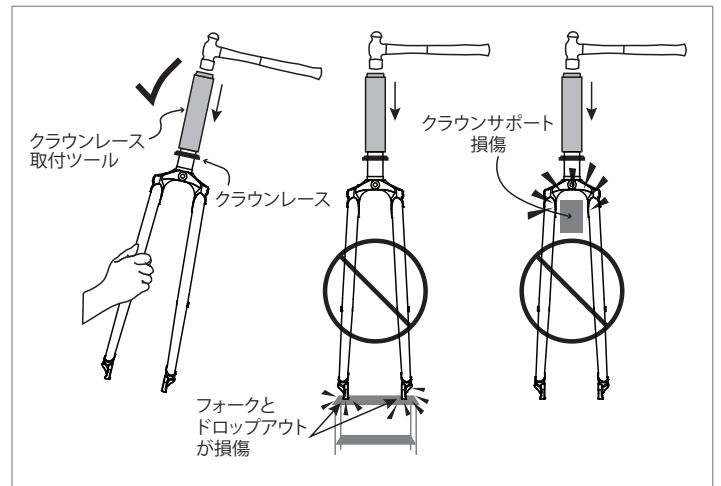
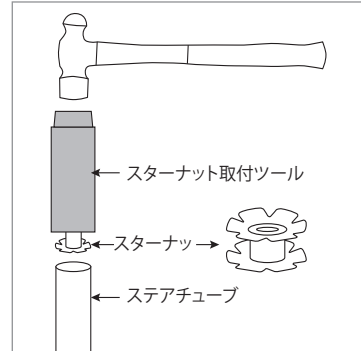

図 1
図7
▲ 警告: ドロップアウト端を地面につけてフォークを立てないでください。またはクラウンレース取り付け中にクラウン部分でフォークを支えないでください。フォークが損傷する恐れがあります (図 1)。
A. 片手でフォークを支えながら(図1)、スターナット取付ツールとハンマーを使って新しいスターナットを取り付けます(図7)。